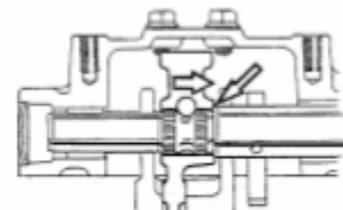

Fig. 30
- c. Medir la holgura entre el bloqueo de marcha atrás y la caja. Fig. 30.